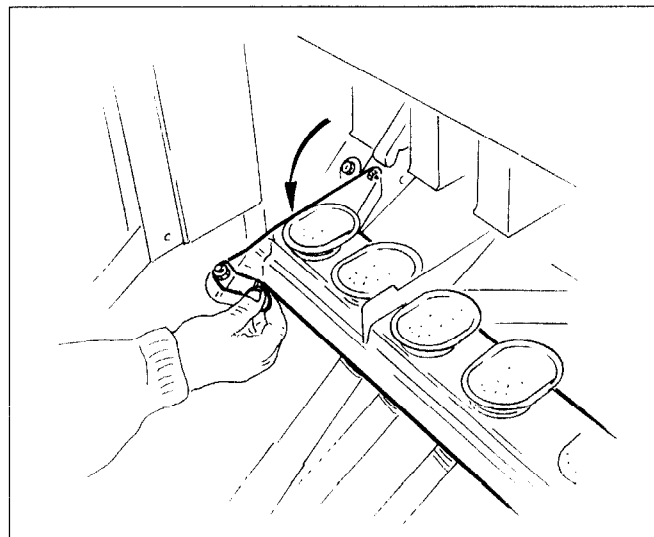

Fig. 6.5
- Abaissez la barre porte-entonnoirs (fig. 6. 4/1) pour cela : saisissez simultanément les deux leviers (fig. 6. 4/2), équipant chacune des barres porte-entonnoirs, soulevez légèrement puis abaissez la barre porte-entonnoir (fig. 6.5).